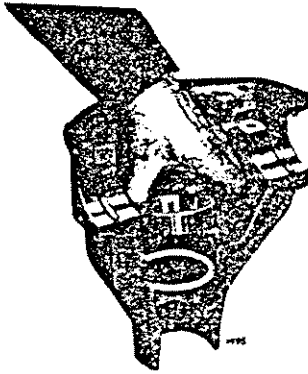

Abb. 81 Kegelradbeilagscheiben im Gehäuse
Die erforderlichen Beilagscheiben (59) im Gehäuse auf die Auflagefläche des Kegelradkopflagers legen und den Außenlaufring (Abb.81) einbauen.